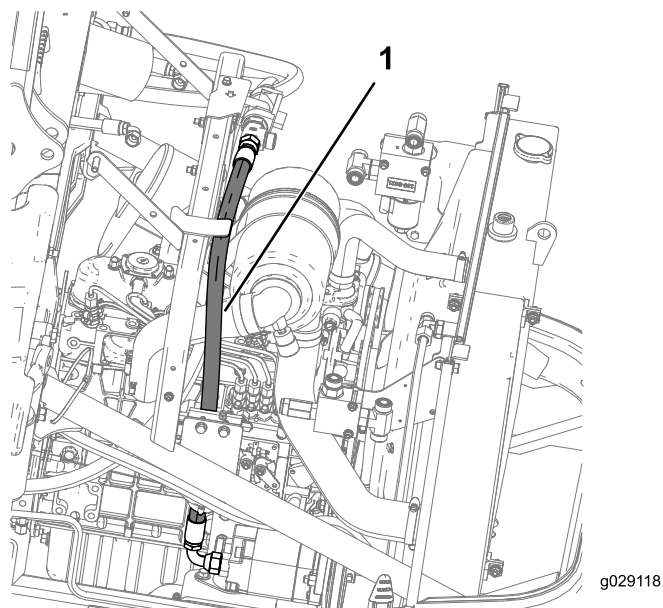

Figura 28
8. Montate il flessibile idraulico C proveniente dal raccordo a T (5/8 x 5/8 x 3/4 poll. maschio) del gruppo della testa del filtro sul raccordo dell'adattatore (5/8 x 3/4 poll. maschio) del gruppo della pompa a ingranaggi, come illustrato nella Figura 28.